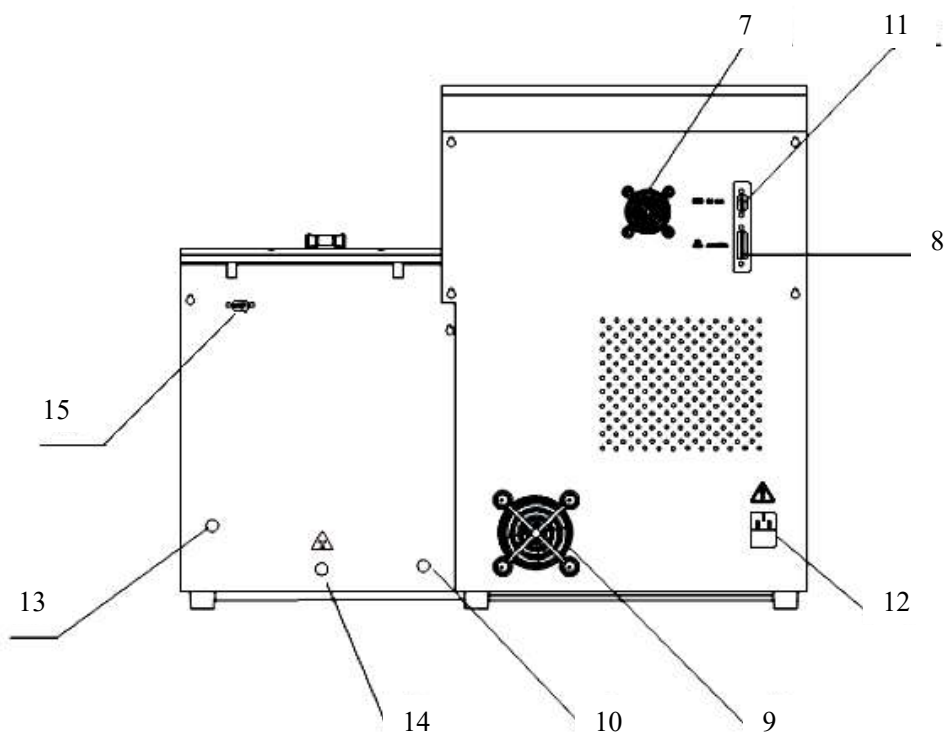

Рис. 1-2 Вид сзади
Присоедините один конец трубки для жидких отходов к гнезду на главном корпусе (рис. 1-2), другой конец – к крышке емкости для жидких отходов. Протолкните шланг внутрь емкости на 4-5 см, после чего заверните крышку на емкости. Длина трубки для слива отходов - 2 метра. Если емкость для жидких отходов стоит вблизи прибора, трубку можно укоротить, чтобы уменьшить расстояние между прибором и сборником отходов. В случае пережима трубки не выкручивайте ее, а вставьте в емкость, стоящую на полу и позвольте распрямиться. Установите емкость вертикально на пол.
Для того чтобы присоединить емкость для промывочной жидкости, снимите с нее транспортировочную крышку и закройте емкость крышкой с пипеткой и сенсором уровня жидкости, вложенной в упаковку прибора. После этого соедините промывочный шланг (рис. 1-2, ⑩) с крышкой. Убедитесь в том, что трубка надвинута как минимум на 10-15 мм. Разъем сенсора уровня жидкости вставьте в соответствующее гнездо на задней панели прибора (рис. 1-2).
Вставьте кабель питания в разъем на приборе (рис. 1-2, 12), воткните вилку в розетку, убедитесь в надежном заземлении прибора.